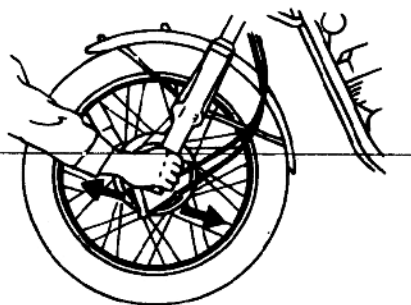

图 1-17 方向柱的检查方法
(8) 方向柱的检查与调整。把前轮抬起，如图 1-17 所示，用手握住前叉，轻轻摇动，检查方向柱轴承是否松动。对方向柱的要求是：既无串动松旷，又要转动灵活。